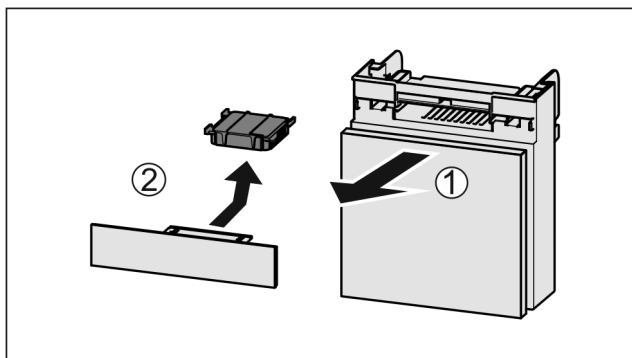

Fig. 161
- Fach nach vorne herausziehen Fig. 161 (1).
- Aktivkohlefilter entnehmen Fig. 161 (2).